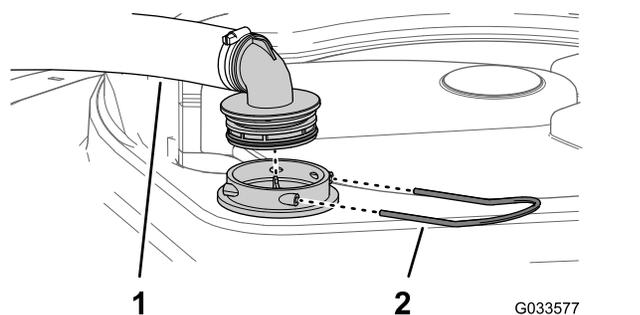

Figura 20
2. En la parte superior del depósito de fumigación, retire la horquilla de retención que sujeta el acoplamiento que está conectado a la manguera grande y al alojamiento del filtro (Figura 20).
3. Retire la manguera y el acoplamiento del alojamiento del filtro (Figura 20).